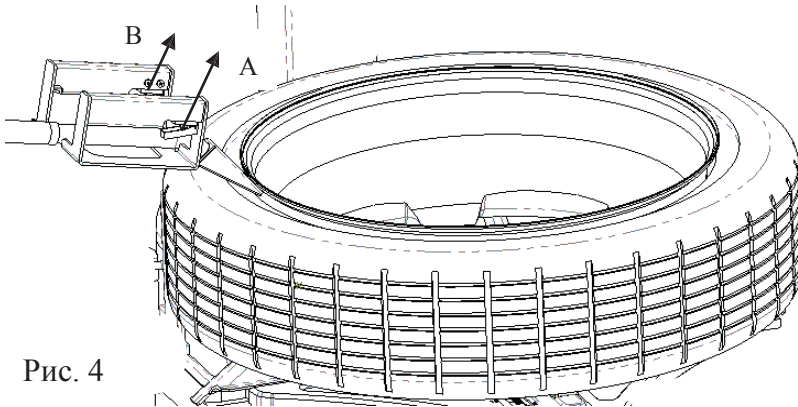

Рис. 4
- 3) Крепко удерживая пистолет руками, одновременно нажмите оба клапана (А и В на Рис. 4) для накачки шины.